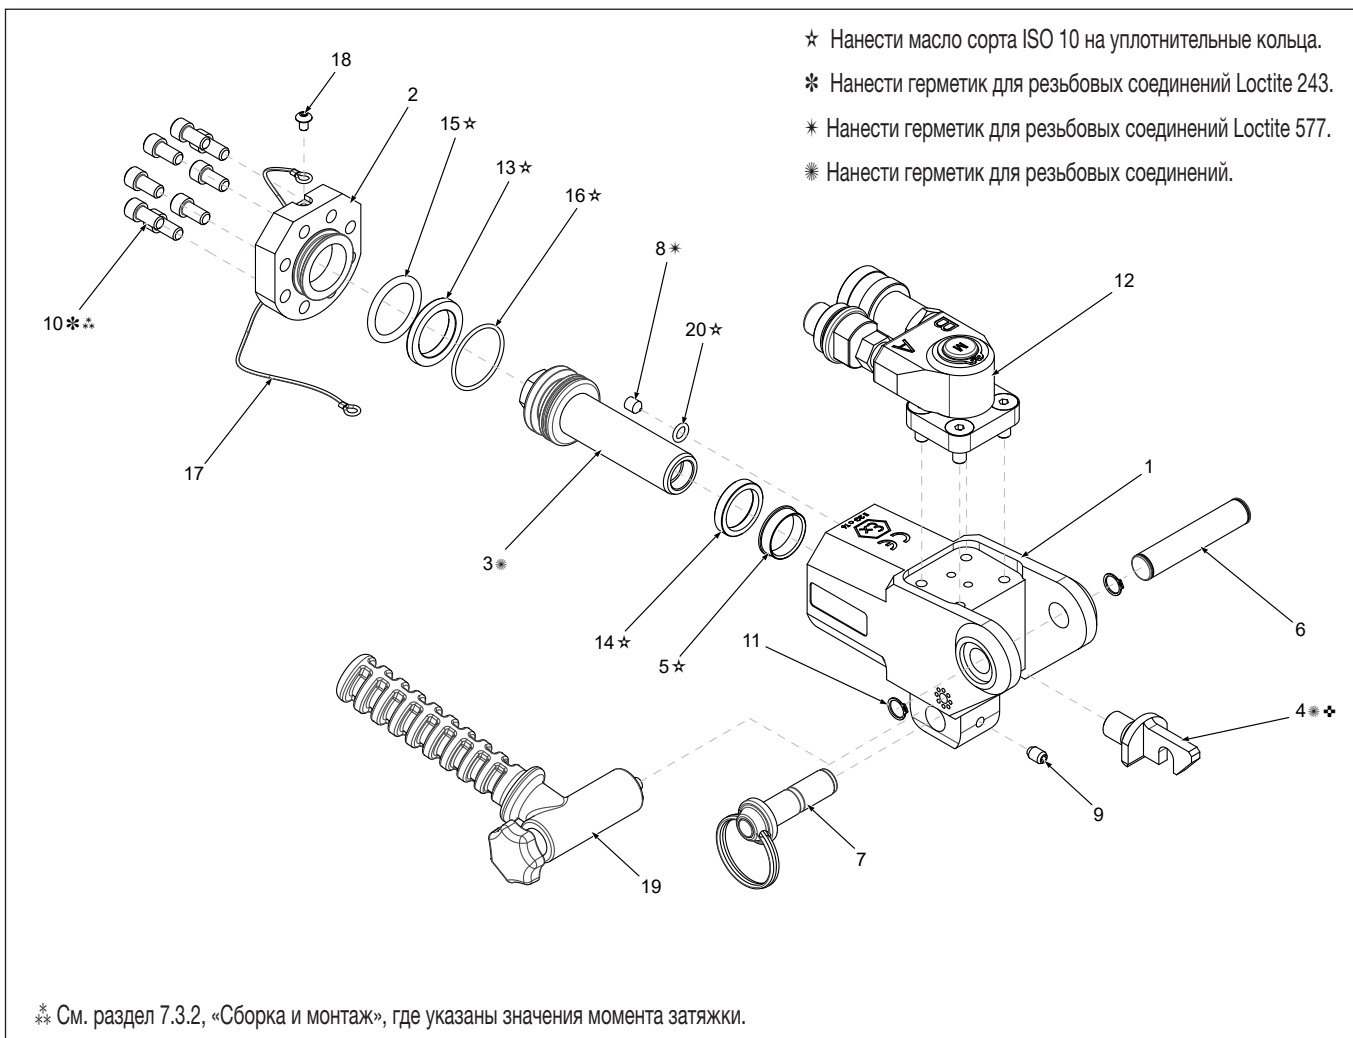

Рисунок 19: Изображение механизма НМТ в разобранном виде
- Установите новые уплотнительные кольца (D) в канавки на стойке вертлюга (E).
- На уплотнительные кольца (D) нанесите немного силиконовой смазки. Затем аккуратно наденьте узел вертлюжного соединения (B) на стойку вертлюга (E).
- Установите стопорное кольцо (A).
7.3.2 Привод НМТ (рис. 19)
ВАЖНО! При сборке действуйте в порядке, обратном разборке, убедитесь, что храповое колесо, рычаг, собачка, пружина собачки, квадратный адаптер, съемные заглушки и нажимные пружины установлены правильно. Неправильная установка этих деталей приведет к повреждению компонентов. См. рис. 19 и 20.